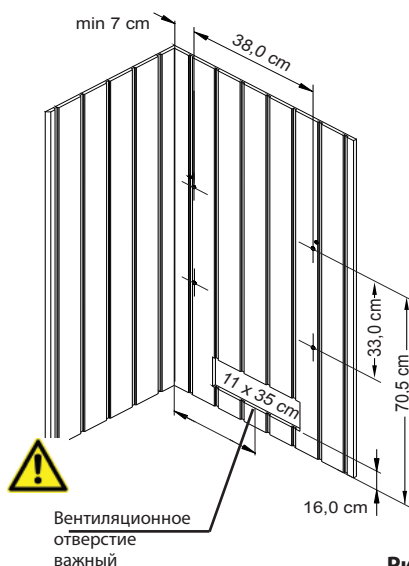

Рис. 2
1. Ввернуть 4 крепежных винта согл. рис. 2